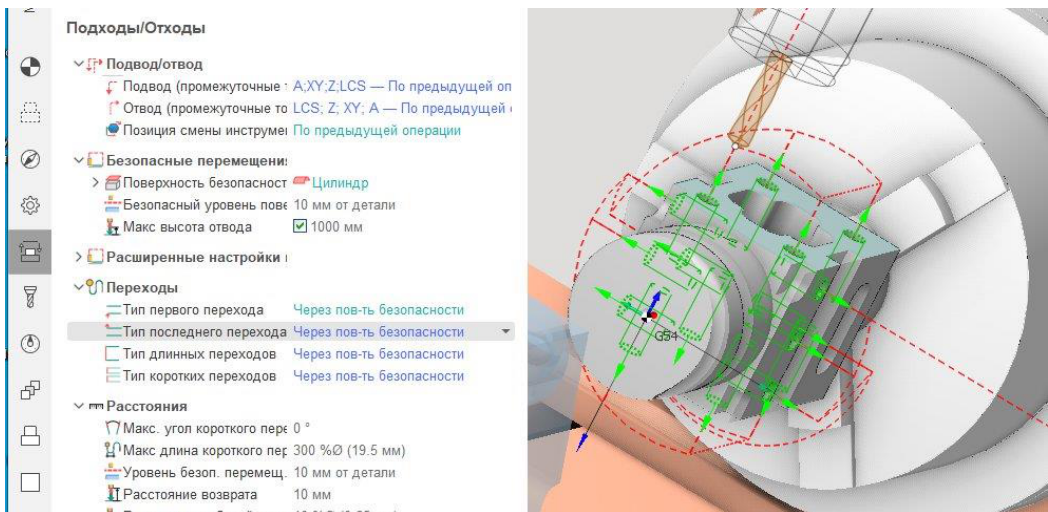

Рис. 8-7. Модель для показа FBM фрезерования.
На вкладке Подходы/Отходы задайте поверхность безопасности – Цилиндр (1 на рис. 8-7). А параметры Переходов установите в значение Через поверхность безопасности (2)
Обрабатываемая деталь, установленная на стол 5-осевого станка, показана на рис. 8-7.